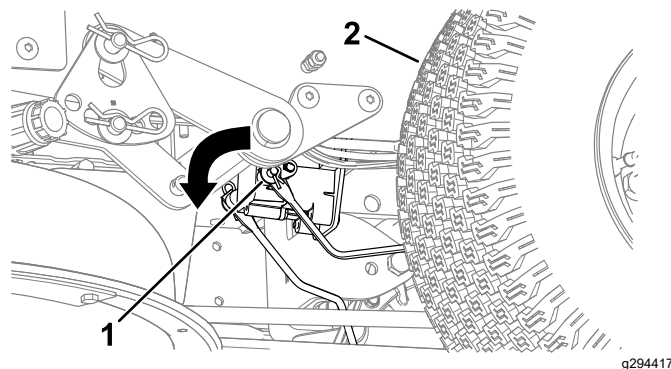

Figura 52
4. Localize o veio no travão elétrico onde os braços de articulação do travão estão ligados (Figura 52).
5. Rode o veio para a frente para desengatar o travão, como se mostra na Figura 52.